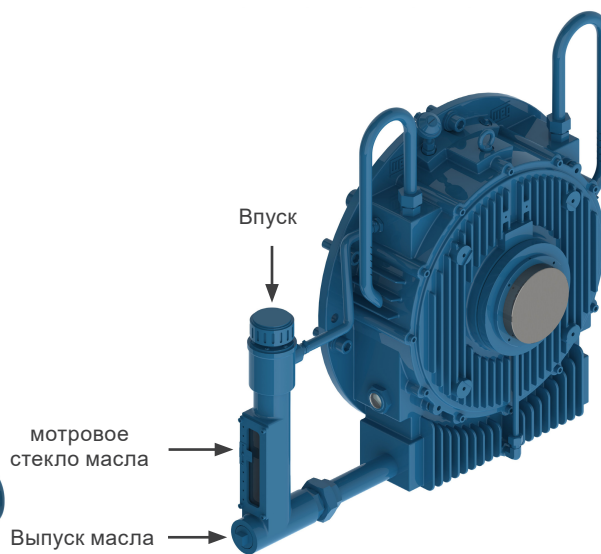

Рисунок 8.2: Подшипник с масляной смазкой — горизонтальный
- Слейте масло через сливное отверстие, расположенное в нижней части подшипника (см. Рисунок 8.2 на стр. 8-12).